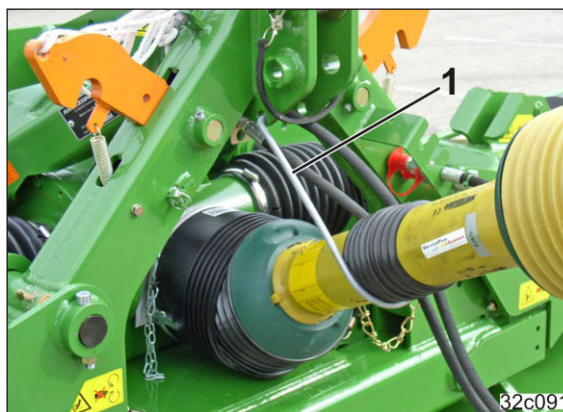

Рис. 79
12. Подвесьте карданный вал на скобу (Рис. 79/1).